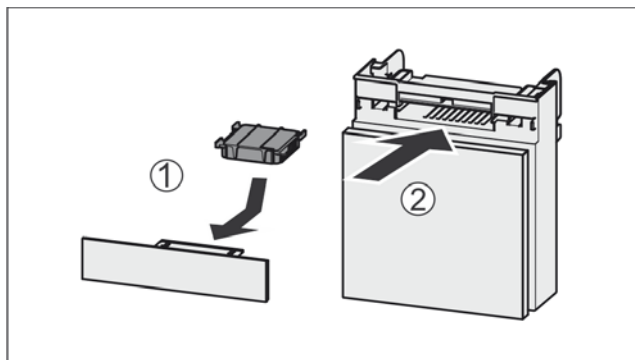

Fig. 148
- Установите фильтр с активированным углем, как показано на рисунке Fig. 148 (1).
- ▷ Фильтр с активированным углем ощутимо фиксируется. Если фильтр с активированным углем показывает вниз: Вставьте отделение Fig. 148 (2).